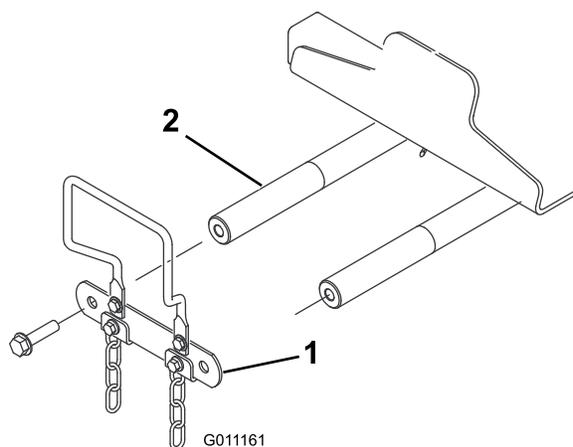

図 13
- 昇降アームのピボットシャフトリンクとピボットシャフトを分離キャップスクリュー 2 個を外し、取り外したリンクとキャップスクリューは保管する 図 13。